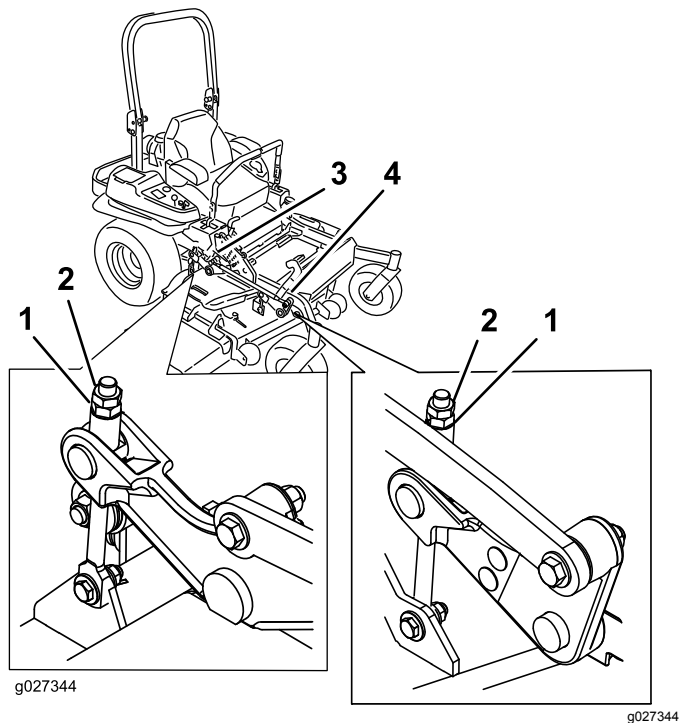

Figura 92
10. Gire la tuerca de ajuste del conjunto de elevación de la carcasa delantera para modificar la altura (Figura 92).
16. Gire el tornillo de ajuste hasta obtener una altura de 8.3 cm (3¼") (Figura 92).